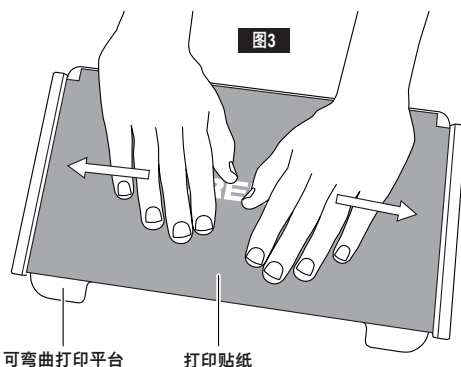

图3
2. 如要从支架上拆下可弯曲打印平台板，可将可移动门锁朝着您的方向转动（A），握住蓝色把手（B）向上提起可弯曲打印平台板，并将其向您的方向拉出（C），如图 3 所示。